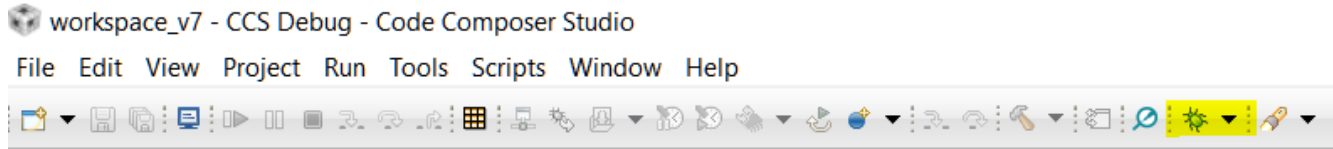

图 7-4. Code Composer *Debug* 按钮
10. **修改 CCS On Connect 操作**：有两种方法可以从 CCS 启动调试会话。一种方法是右键点击上一步中所需的目标配置，然后选择 *Launch Selected Configuration*。完成此操作后，可以通过右键点击 CPU 内核并选择“Connect Target”来连接目标 CPU。另一种方法是使用“Debug”按钮 (图 7-4)，使用该按钮时不仅会启动配置，而且还会建立连接，将目标程序文件加载到存储器中，并执行到 *main*。这些设置可以修改，但这是默认操作。可以通过以下方式修改默认操作：右键点击使用的 .ccxml 文件或从 *Debug* 按钮旁边的箭头下拉菜单中选择 *Debug Options*，并更改“Target”子菜单中的自动运行和启动选项。在本文档的故障排除阶段，建议使用以前的 *Connect Target* 方法。这有助于查明并非纯粹与 JTAG 相关、而是由代码执行或其他系统交互引起的任何问题。验证系统在启动和连接目标时保持稳定后，使用“Debug”按钮来处理这些步骤。